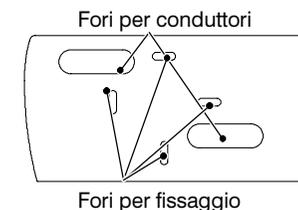

fig. 3.7
- 2 Fissare la base alla parete o sopra la scatola ad incasso (fig. 3.7)